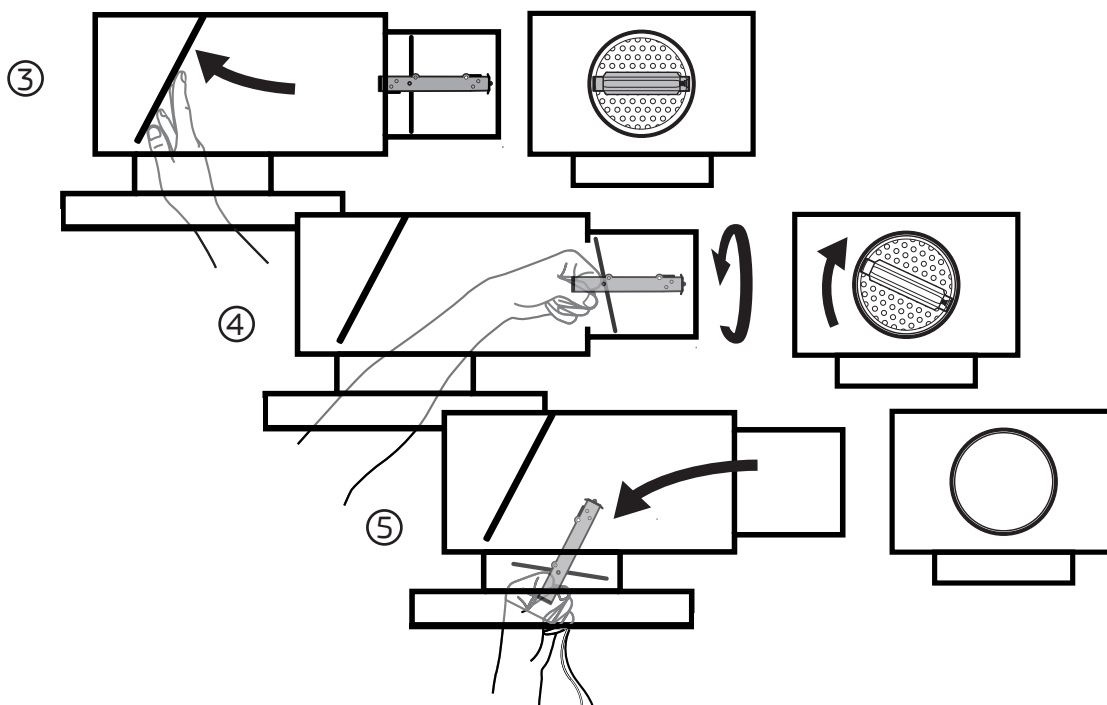

Bild 1. Demontering av uttagbart spjäll i tryckfördelningslåda TK. Lådan visas med generisk donfront.
- Se steg-för-steg-förfarande i bild 1 för demontering i samband med rensning av anslutningslåda och kanalsystem.
- 2) Lossa fördelningsplåten genom att vrida låsmekanismen på varje sida av plåten och därefter fälla den åt sidan, bort från spjällinsatsen, se Bild 1.